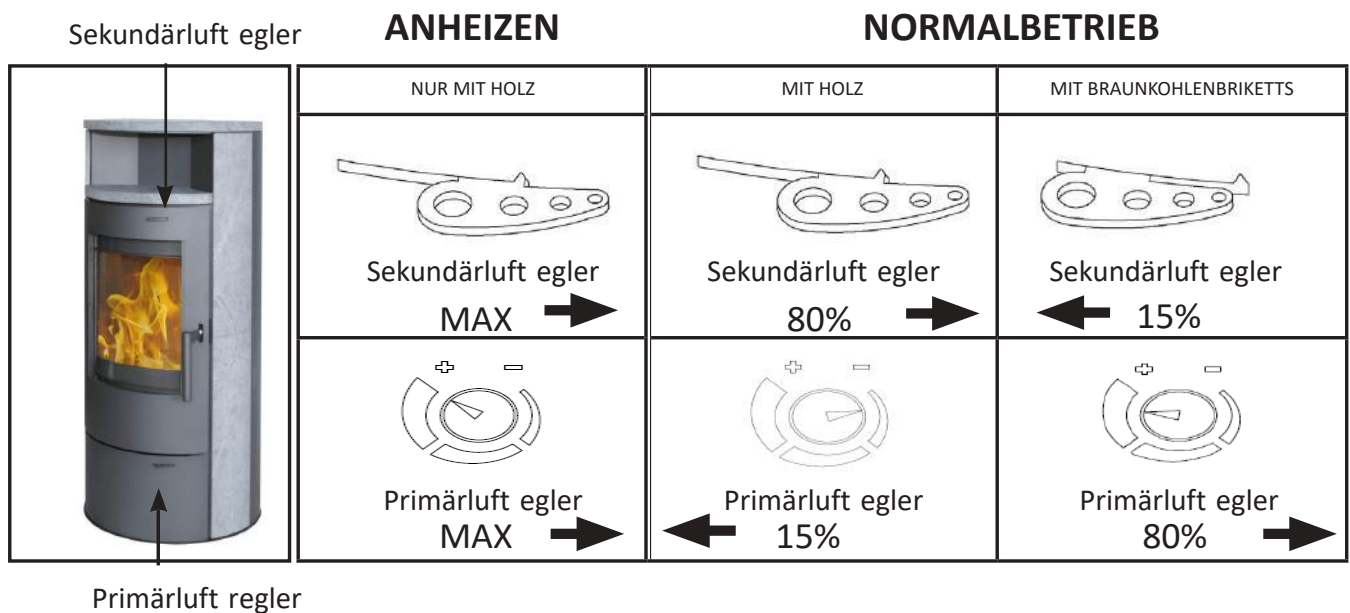

Abbildung 5 Verwendung des Luftreglers
7. Abbildung 5 Verwendung des Luftreglers	Seite 10